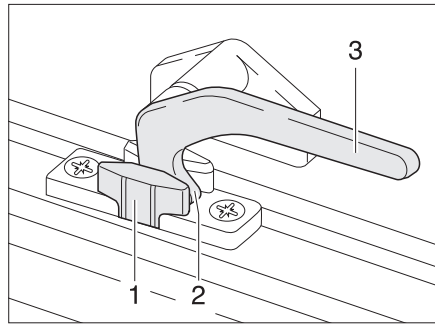
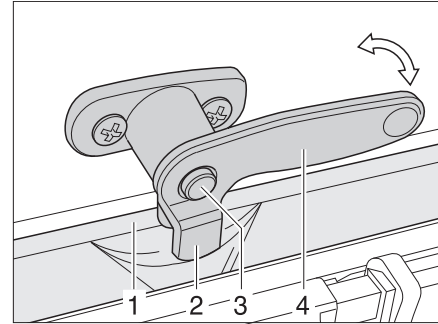

Bild 66 Verriegelungshebel in Stellung "Dauerbelüftung"
Bild 67 Verriegelungshebel mit Sicherungsknopf in Stellung "Dauerbelüftung"
- in Stellung "Dauerbelüftung" (Bild 66)
- Falls vorhanden, den Sicherungsknopf (Bild 67,3) drücken und gedrückt halten.
- Den Verriegelungshebel (Bild 66,3 bzw. Bild 67,4) eine viertel Umdrehung zur Fenstermitte hin drehen.
- Den Verriegelungshebel wieder zurückdrehen. Die Verriegelungsnase (Bild 66,2 bzw. Bild 67,2) dabei in die Aussparung der Fensterverriegelung (Bild 66,1 bzw. Bild 67,1) einfahren.